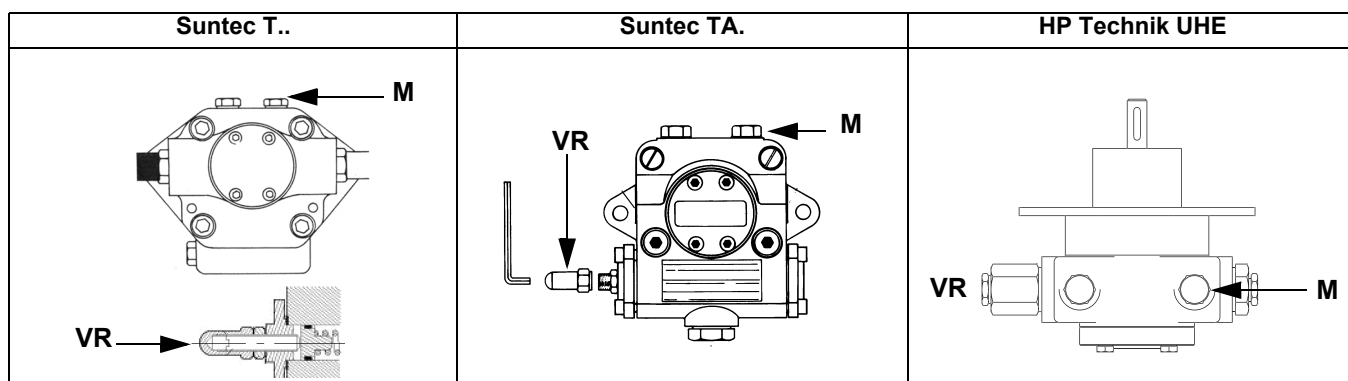
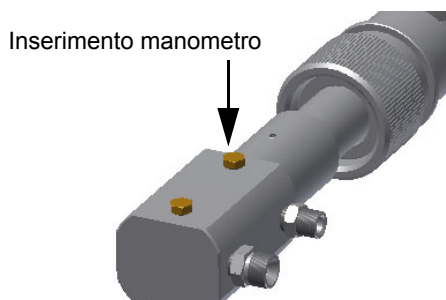

Fig. 10
Fig. 11
- 3 sfiatare l'aria dall'attacco (**M**) manometro della pompa (Fig. 10), allentando leggermente il tappo, senza toglierlo; quindi rilasciare il contattore.
- 5 Solo se necessario, regolare la pressione di alimentazione (vedi relativo paragrafo) nel modo seguente: inserire un manometro nella posizione indicata in Fig. 11 agire sulla vite di regolazione **VR** della pompa (vedi Fig. 10) fino ad ottenere una pressione all'ugello pari a 20 bar (ugelli Monarch o ugelli Bergonzo - vedere grafici a pag. 49);